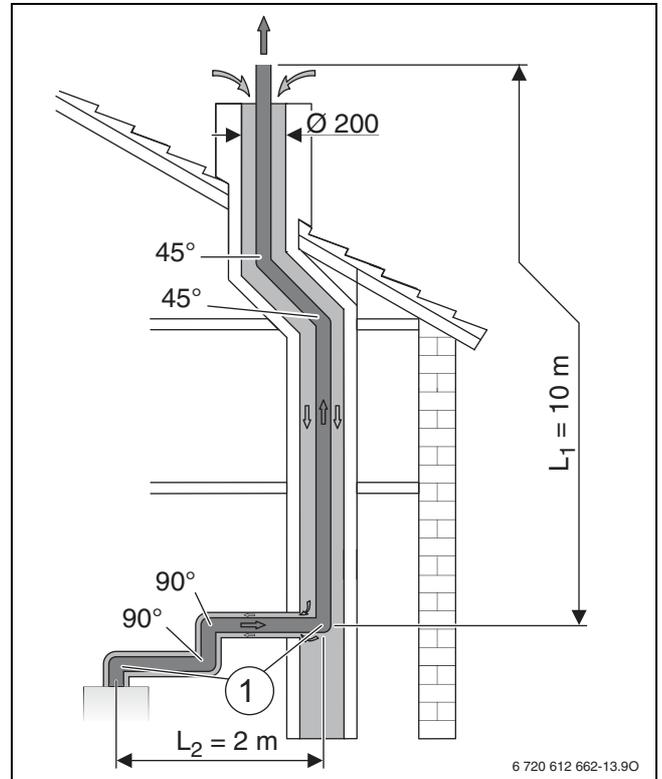

Рис. 17 Монтажная ситуация с отводом дымовых газов в шахте по C93
**Параметры представленной монтажной ситуации (→ рис. 17)**